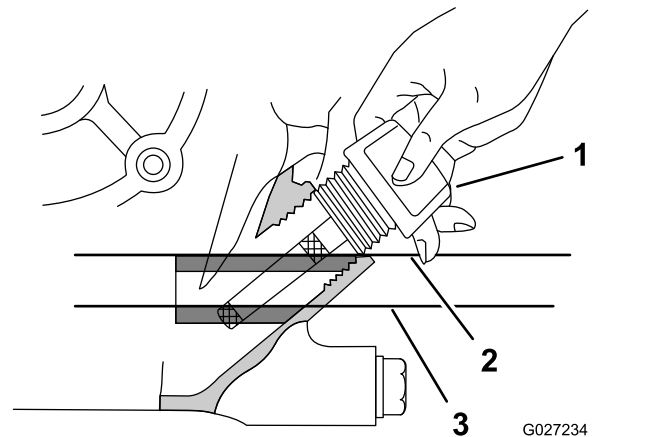

Figura 17
- Inserite l'asta di livello dal motore, come illustrato nella Figura 17.
- Serrate manualmente l'asta di livello nel collo del bocchettone (Figura 17).